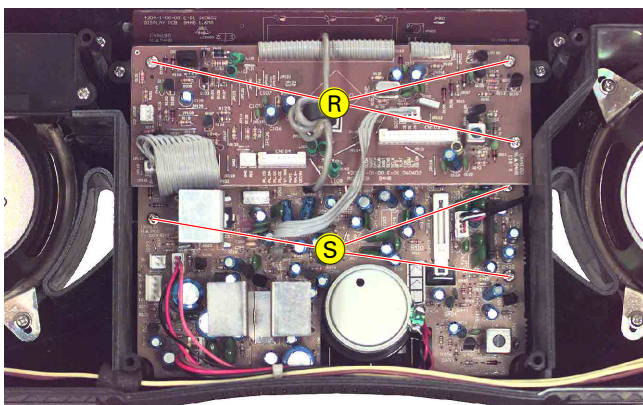

Fig. 12
- 3 Schrauben (Ⓡ) (Fig. 12) herausschrauben.
- 3 Schrauben (Ⓢ) (Fig. 12) herausschrauben.
- Undo 3 screws (Ⓡ) (Fig. 12).
- Undo 4 screws (Ⓢ) (Fig. 12).